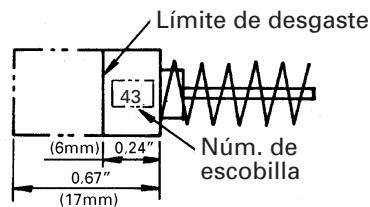

Fig. 17
## 2. Inspección de la escobillas (Fig. 17)
**NOTA:** Utilice las escobillas HITACHI Núm. 43 indicadas en la Fig. 17.